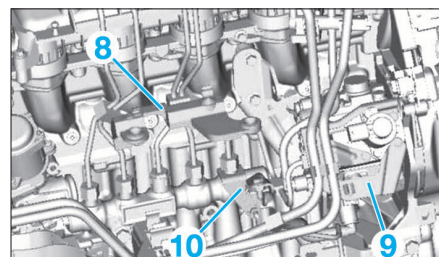
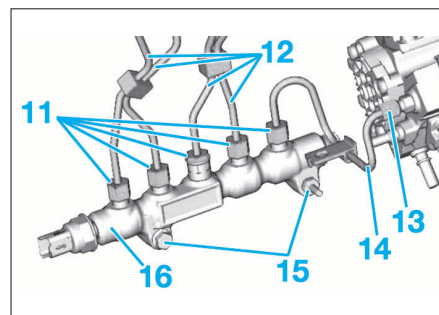

FIG. 56
FIG. 57
- le support (8) (Fig.56).
- le support de la pompe haute pression (9).
- le support (10).
- Desserrer les raccords (11) et (13) (Fig.57).